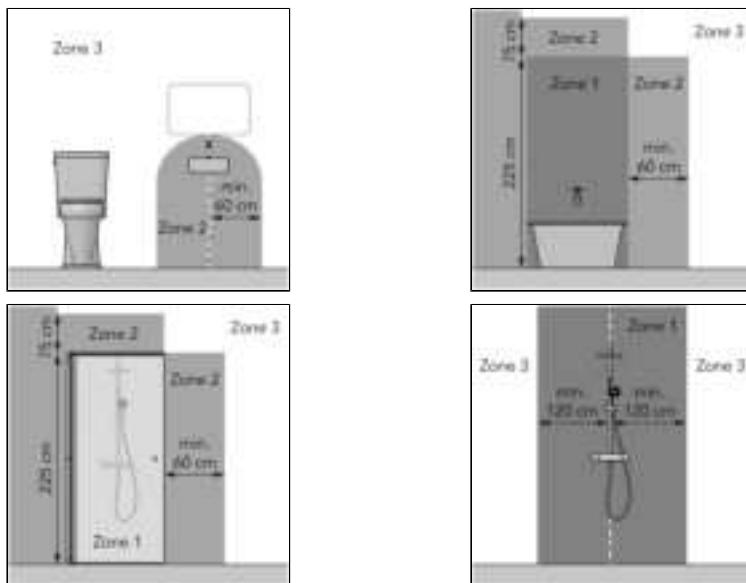

Abbildung 23.
- in Zone 3 eines Toilettenraums oder Badezimmers mit Badewanne, Dusche mit Abschirmung und Dusche ohne Abschirmung, siehe Abbildung 23;